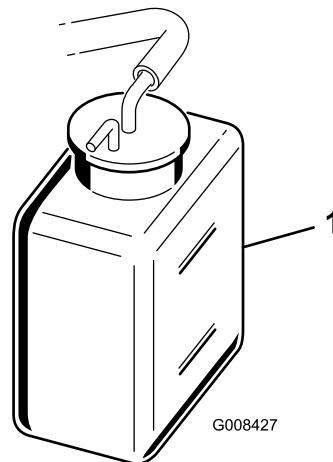

図 28
2. 冷却液の量を点検する (図 28)。エンジンが冷えている状態で、補助タンク側面についている 2 本のマークの間にあれば適正である。